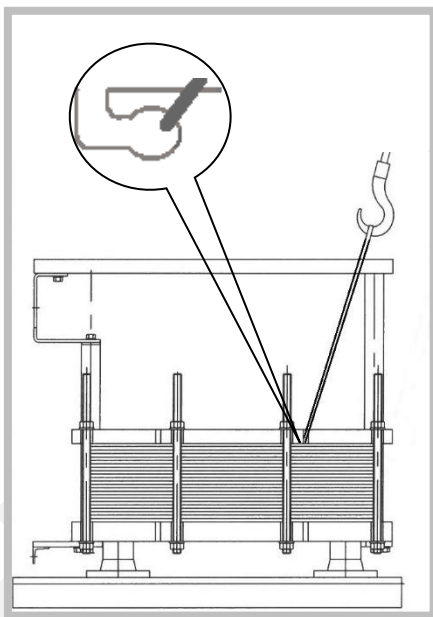

图 25
2. 将合适的吊索连接到机架板上的专用吊耳（图 25）。请勿使用链式吊索。板式换热器可能会损坏并滑落。